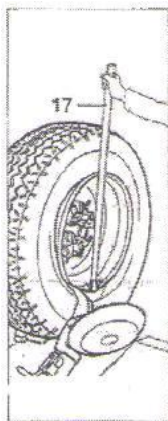

Рис. 7.6
B. Повернуть колесо и одновременно вставить монтажную головку между ободом колеса и бортом шины, оно должно зацепиться за борт шины (см. рис. 7.6)
E. Вставить рычаг LA (17, рис. 7.6) между ободом и бортом шины справа от монтажной головки.
Л. Вставить рычаг LA (17, рис. 7.6) между ободом колеса и бортом справа от монтажной головки.